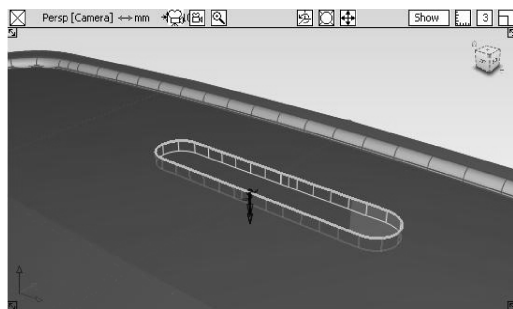

图 8-38 创建凸缘曲面
- 44 关闭对话框，在透视图中选择刚刚剪切的听筒面的边缘，创建凸缘曲面，如图 8-38 所示。